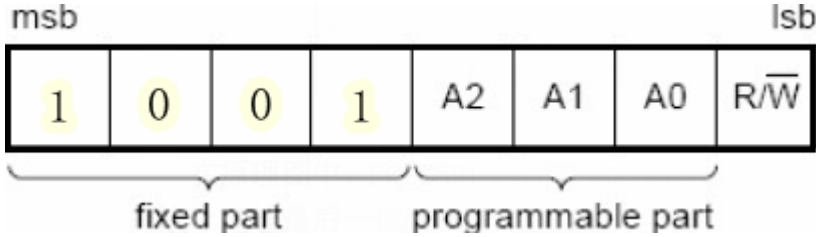

图 3-119 地址格式
1. 因为 PCF8591 是 I2C 总线来访问的，所以它在 I2C 总线上会有一个地址，该地址包括固定部分和可编程部分；可编程部分根据地址引脚 A0、A1 和 A2 来设置。其中 fixed part 是固定部分，programmable part 是可编程部分，最后一位 R/W 是读还是写的位；地址格式如下图 3-119：